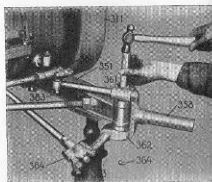

Fig. 92.
*Framaxeln* (351, fig. 92) är lagrad på en tapp i framstället. Tappen är låst vid framstället med en stoppskruv. Se till att denna stoppskruv är ordentligt tilldragen och låst med tråd.
*Styrtapparna* (358, 359, fig. 92) äro monterade å de vertikala styrtappsaxlarna (361), vilka fasthållas av stoppskruvarna (364). Sedan stoppskruvarna borttagits, kunna axlarna drivas ut, såsom visas i fig. 92. Härvid använder man en metalldorn eller en bit hårt trä.